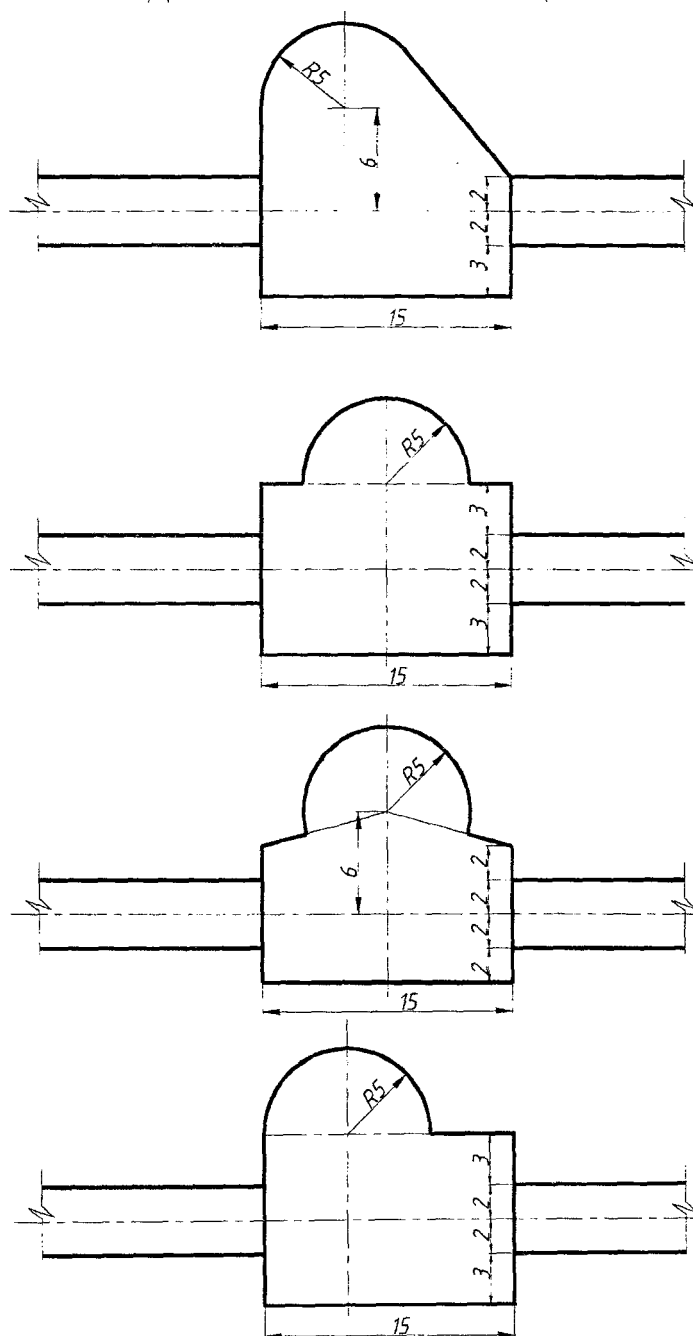

Рисунок 19
5. Вычертить в масштабе 1:200 план земляного сооружения. Размеры водоемов даны на рис.19.
Вычерчиваем сетку квадратов плана топографической поверхности. Сторона каждого квадрата в натуре равна 10 м, что соответствует 5 см на чертеже при заданном масштабе. Имея задание и сетку, вычерчиваем горизонталы топографической поверхности, контуры дна водоема и каналов, размеры которых выбираем по рис.19.